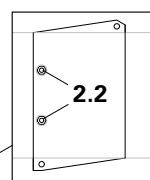

Fig. A3.02.2
2. Drej topspindel (2) ca. 50 mm over det nominelle mål. Centreringsbolte (2.2) se Fig. A3.02.2.